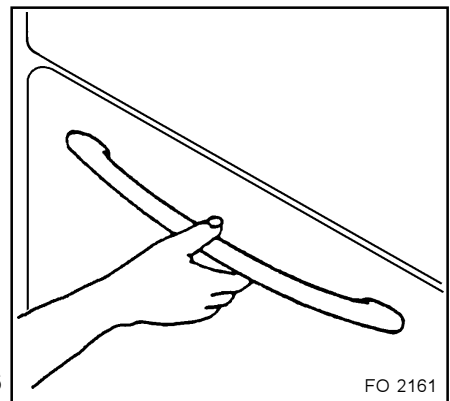

Fig. 6
- placez le thermostat sur le repère MAX (250) et le sélecteur sur la position
**Pour ouvrir la porte du four, empoignez toujours la poignée au centre (fig. 6).**